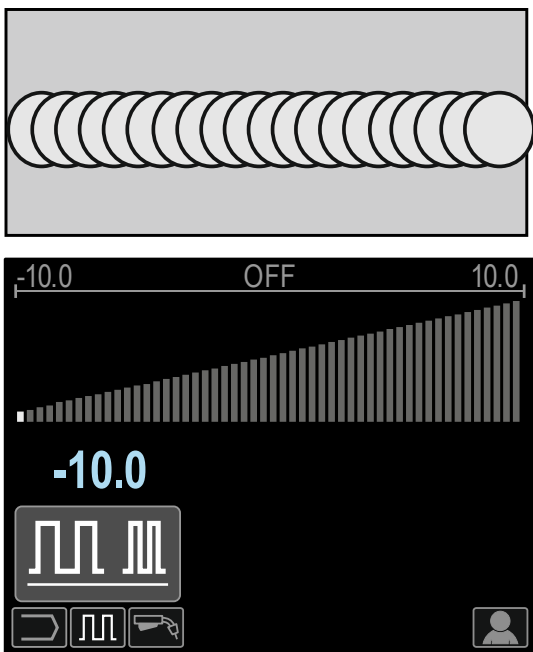

Figura 82
- Frecuencia menor de 0,0 – Soldadura y espaciado del rizo anchos, velocidad de desplazamiento lenta. La Figura 82 muestra el espaciado de la soldadura cuando la frecuencia es "-10".